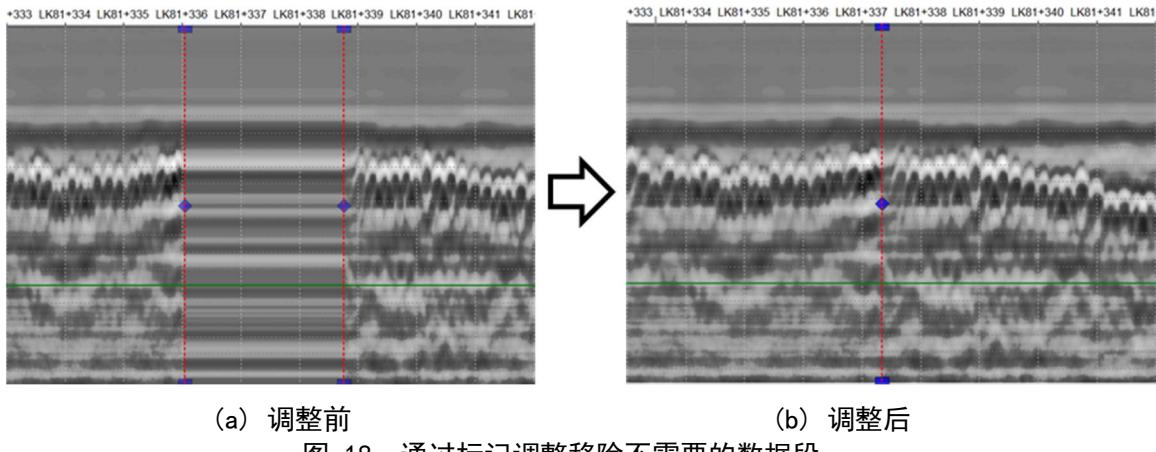

图 18 通过标记调整移除不需要的数据段
另外，标记调整还有一大用途就是将不需要的图像移除，使其不显示出来。例如，图 18(a)中，LK81+336~LK81+339 位置出现了天线停滞的情况，这部分数据需要被裁剪，否则会影响解释位置的正确性。使用 GPRExplorer 处理这种情况只需要：①在需要移除的数据两端增加标记；②然后把这两个标记移动到一起；③将这两个重叠的标记到合适的位置，即使标记两侧的规则反射变得均匀。**提示：**